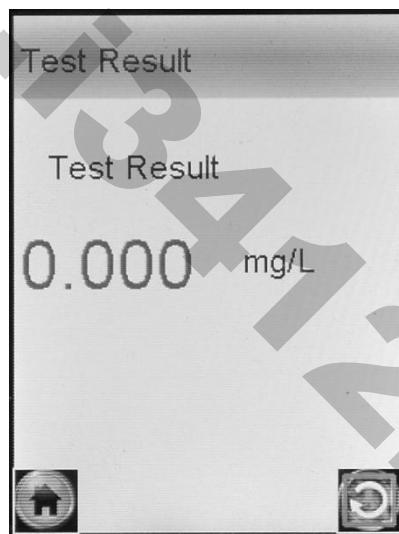

Рисунок 12 – Предъявление результата измерения
2.7.10 После того как проба воздуха отобрана, и произведен анализ, на дисплее предъявляется результат измерения массовой концентрации паров этанола (алкоголя) в отобранный пробе выдыхаемого воздуха: числовое значение и обозначение единицы измерения «mg/L» (рисунок 12).